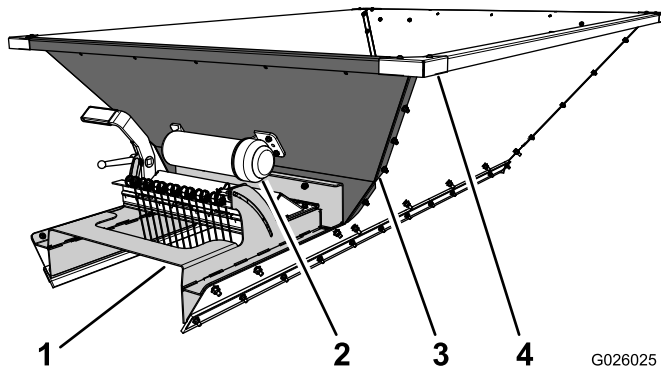

Figura 1
4. Retire los 3 pernos y las tuercas que sujetan ambos lados del bastidor de la compuerta de la tolva a los paneles laterales de la tolva (Figura 1).
5. Retire los 3 pernos y tuercas que sujetan la parte delantera del bastidor de la compuerta de la tolva al panel trasero de la tolva (Figura 1). Retire el bastidor de la compuerta.
6. Retire los 2 pernos y tuercas que sujetan cada esquinera a los paneles traseros y laterales de la tolva (Figura 1).
Nota: Si la máquina está equipada con un cartucho de manual, retire los tres pernos y tuercas que lo sujetan a la parte trasera de la tolva y retire el cartucho (Figura 1).
7. Retire los pernos y las tuercas que sujetan ambos lados y la base del panel trasero a los paneles laterales y a la base de la tolva (Figura 1). Retire el panel trasero.
8. Sujete provisionalmente el panel trasero nuevo a la base de la tolva y a los paneles laterales con pernos y tuercas de 1/4 x 5/8 pulgada (Figura 1).
9. Sujete provisionalmente la parte delantera del bastidor de compuerta nuevo al panel trasero de la tolva con 3 pernos de 1/4 x 5/8 pulgada y tuercas (Figura 1).
10. Sujete provisionalmente cada lado del bastidor de la compuerta a los paneles laterales de la tolva con 3 pernos de 5/16 x 1 pulgada y tuercas (Figura 1).
11. Instale las esquineras en la parte trasera de la tolva (Figura 1).